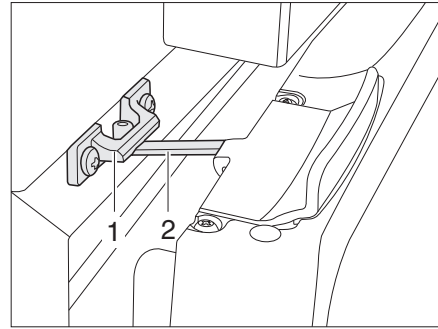

Fig. 207 Porte du réfrigérateur en position de ventilation (Thetford)
■ Ouvrir le verrouillage (Fig. 207,2) et l'enclencher dans le logement de verrouillage (Fig. 207,1). La porte du réfrigérateur reste ainsi légèrement ouverte.